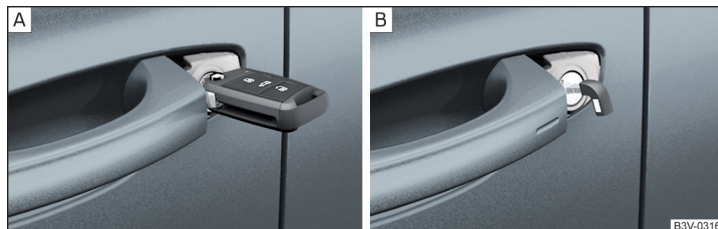

Fig. 353 Mânerul portierei șoferului: Cheia cu profil rabatabil / cheia de
- La autovehiculele cu **volan pe stânga** introduceți cheia cu profil rabatabil **cu butoanele orientate în sus** » fig. 353 - **A** în butucul încuietorii și descuiati, respectiv încuiați autovehiculul.
- La autovehiculele cu **sistem KESSY** introduceți cheia de urgență cu mânerul orientat în jos » fig. 353 - **B** în butucul încuietorii și descuiati, respectiv încuiați autovehiculul.